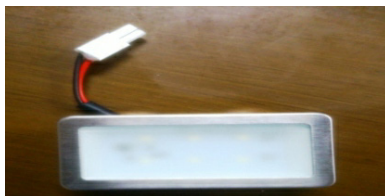

Рис. 2
3. Отключите не работающий LED плафон в месте соединения (**Рис. 2**), подключите работающий плафон к вытяжке.